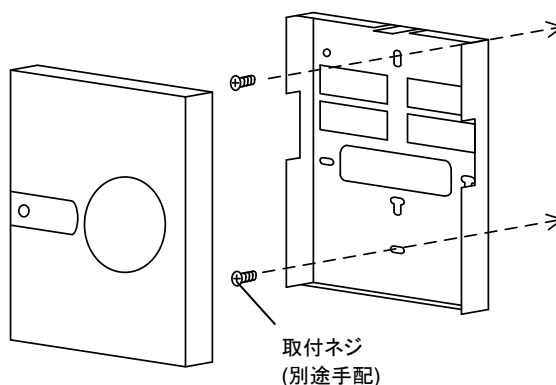

図 2. ネジによる固定
2. 取付ベースを内側の矢印を上にして壁に木ネジまたはタッピングネジ等を利用して固定します。(図2)
1. 取付ベースからセンサー本体を外します。(図2)